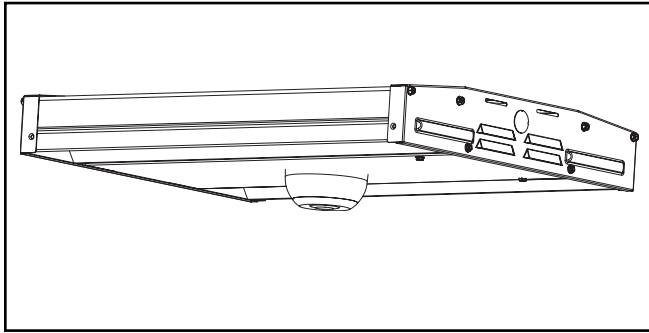

Figura 3.
3. Para instalar, inserte el sensor y gire en sentido horario hasta que se detenga. (Figura 3.)